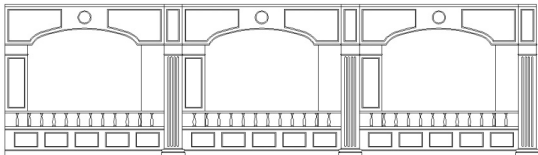

图 5.71 删除多余的装饰柱
(2) 将最左边的装饰柱删除，并用【延伸】、【修剪】等命令修改图形左边缘，结果如图 5.71 所示。